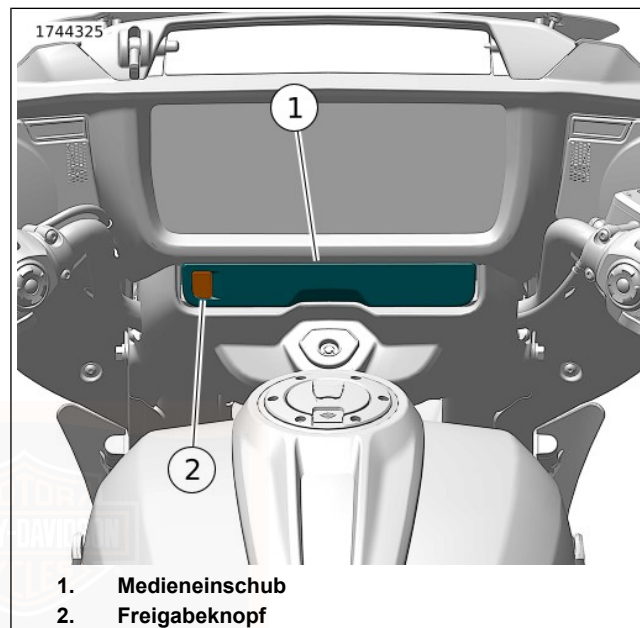

Abbildung 55. Medienfach
Siehe Abbildung 55. Das Medienfach ist ein Behälter in der Instrumententafel, das genutzt werden kann, um ein Mediengerät anzuschließen oder kleine Artikel zu verstauen. Medienabspielgeräte und USB-Speichermedien mit Mediendateien können mit dem Universal Serial Bus Typ C (USB-C) -Anschluss verbunden werden. Aktualisierungen des IFCU-Systems werden auch über ein USB-C -Speichermedium durchgeführt.
Öffnen Siehe Abbildung 55 . Die Entriegelungstaste (2) drücken, um das Medienfach (1) zu öffnen.